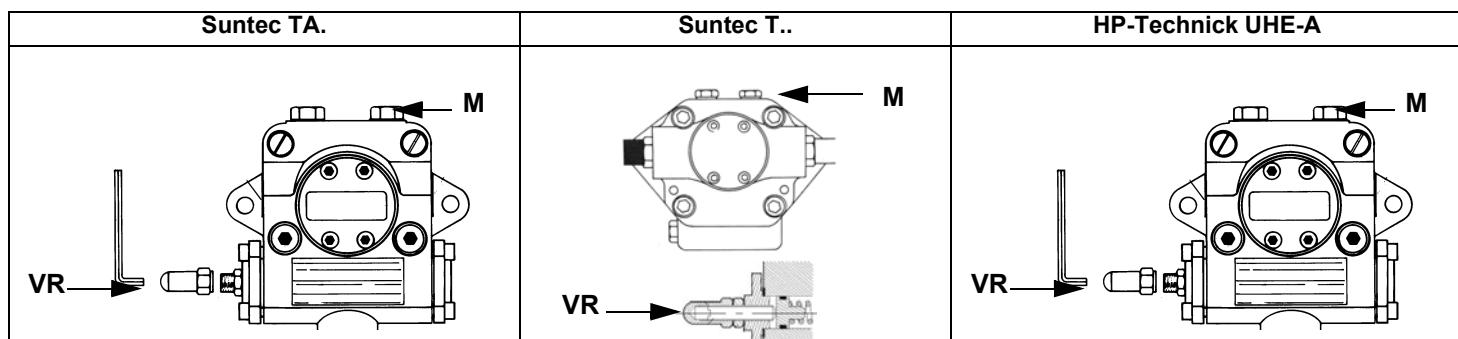

Рис. 8
- выпустить воздух со штуцера (**M**) манометра насоса (Рис. 8), расслабив слегка заглушку, но не снимая ее; затем отпустить контактор;